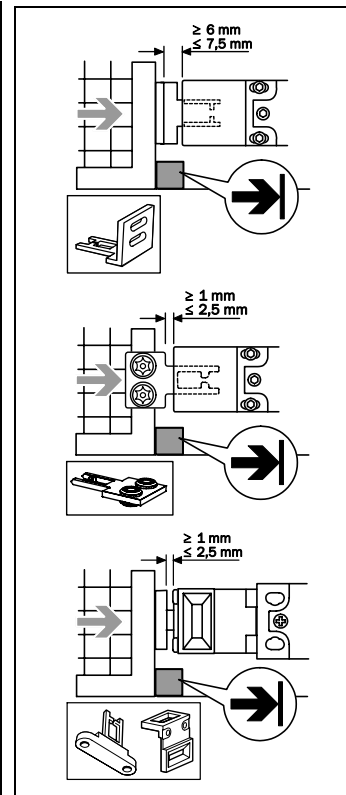

Abb. 2: Montage Betätiger und Sicherheitsschalter
! Sicherheitsschalter und Betätiger dürfen nicht als Anschlag verwendet werden, siehe Abb. 2.
- Zusätzlichen Anschlag für beweglichen Teil der Schutzrichtung anbringen (siehe Abb. 2).
- Auf die Eintauchtiefe der Betätiger achten (siehe Abb. 2).